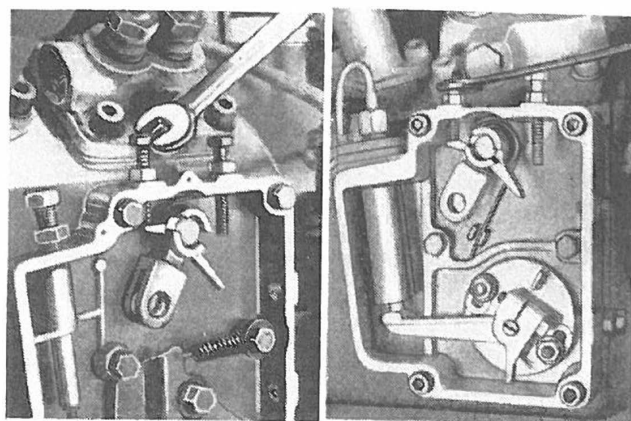

Fig. 107
- Registrare a mezzo della vite di sinistra sulla scatola il regime minimo a 900/950 giri/1' (Fig. 107).
1. Through left adjusting screw on throttle housing adjust low idle speed at 900/950 r.p.m. (Fig. 107).
- Régler à l'aide de la vis de gauche sur le boîtier le ralenti à 900/950 t/m (fig.107).